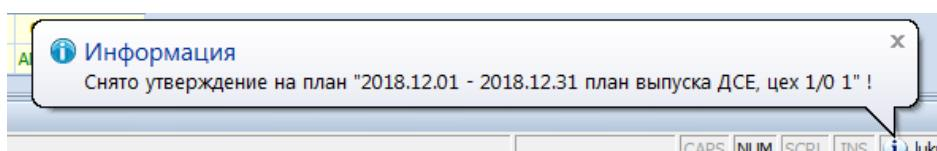

Рисунок 118. Пример сообщения в окне "Информация"
- в окне «Информация» появится сообщение о снятии утверждения на план (рис. 118).